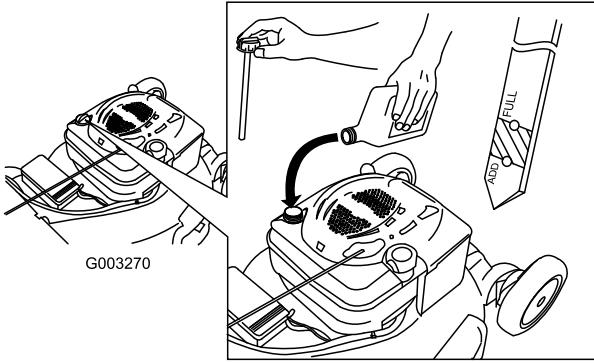

Figure 12
2. Sortez de nouveau la jauge et contrôlez le niveau d'huile (Figure 12). Si le niveau n'atteint pas le repère minimum (Add) de la jauge, versez **lentement** suffisamment d'huile dans le goulot de remplissage pour faire monter le niveau au repère maximum (Full). **Ne remplissez pas excessivement.** (Remplissage max. : 0,59 l (20 onces), type : huile détergente SAE 30W de classe de service API SF, SG, SH, SJ, SL ou supérieure).
1. Retirez la jauge, essuyez-la sur un chiffon et remettez-la dans le goulot de remplissage (Figure 12).